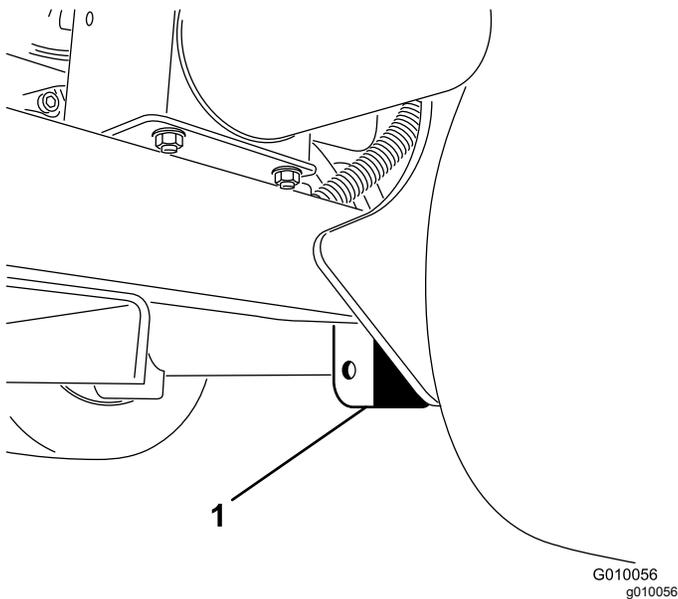

Bild 38
3. Stellen Sie den Ständer sicher unter die Rahmenplatte, sodass er sich gerade innen im Hinterrad befindet (Bild 38).